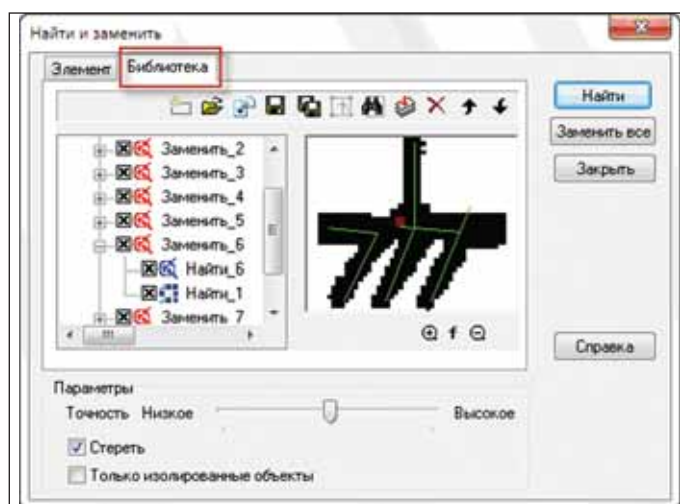

Рис. 6. Подключение библиотеки символьных шаблонов для поиска и замены
- использование библиотеки символьных шаблонов (рис. 6).